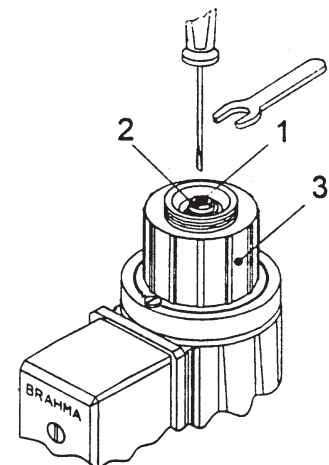

Рис. 4
Для того, чтобы изменить расход газа горелки используйте блок 3 узла замедления, изображённого на рис. 4.
Регулировка выполняется при помощи винта (1), указанного на рис.4.
Осуществляется посредством вращения регулятора (2), изображённого на рис. 4.